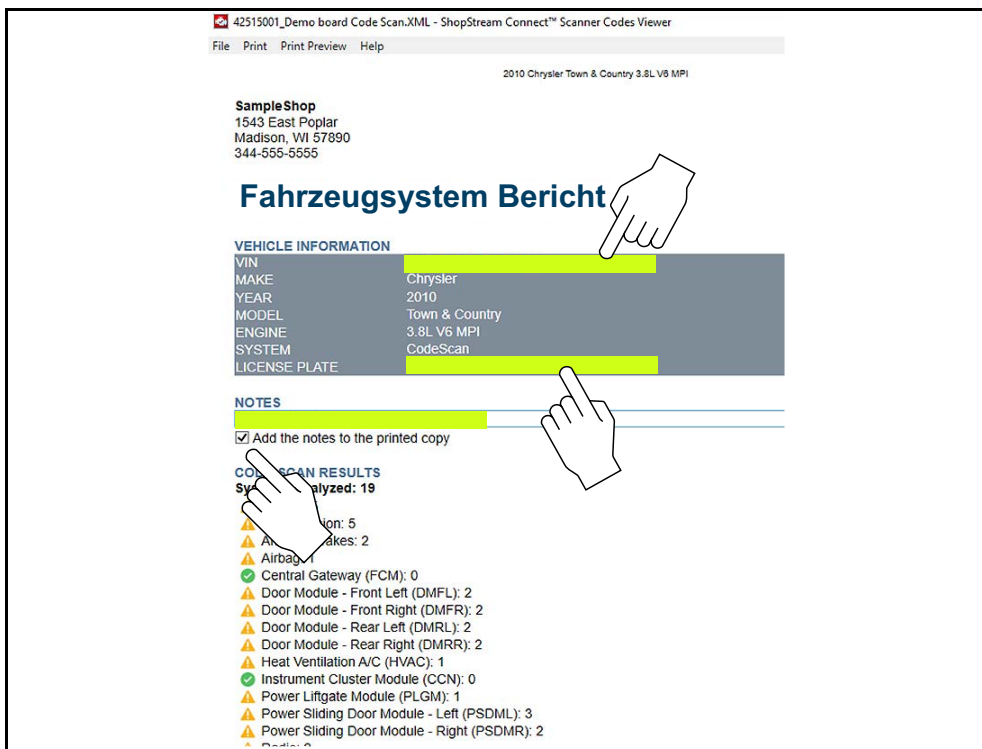

Abbildung 15-12
1. Wählen Sie in ShopStream Connect die Code-Scan .XML-Datei zur Bearbeitung (Abbildung 15-12).
2. Klicken Sie wie in (Abbildung 15-12) dargestellt auf die bearbeitbaren Felder, um Werte zu ändern oder Notizen hinzuzufügen.
3. Aktivieren Sie das Kontrollkästchen „Notizen zum Ausdruck hinzufügen“, damit die Notizen auf dem Ausdruck erscheinen (Abbildung 15-12).